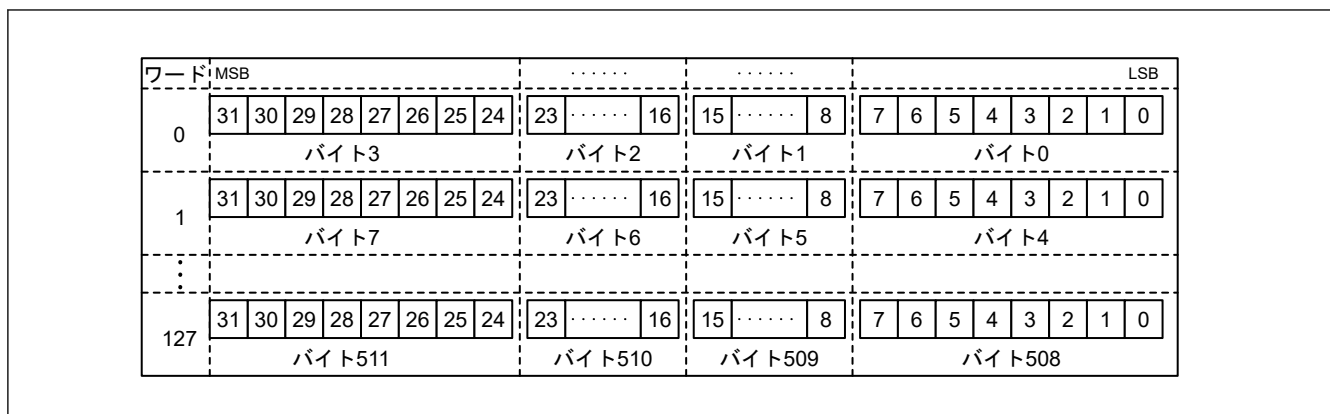

図 34.5 SD_BUF 格納データ
3. SD_BUF に格納されたデータが SD_BUF0 から読み出される (図 34.5 を参照)。